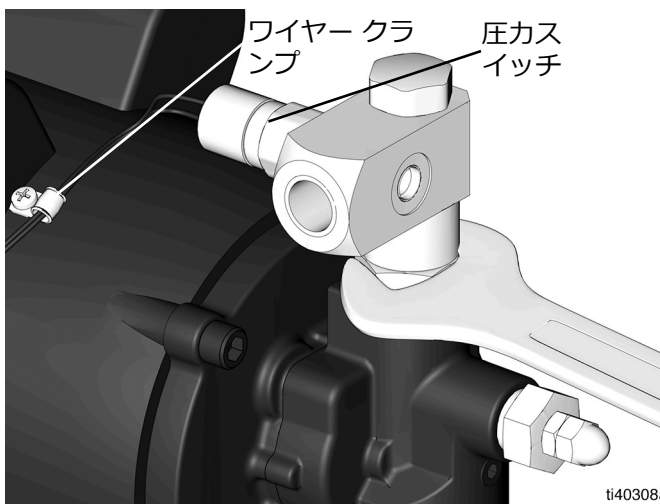
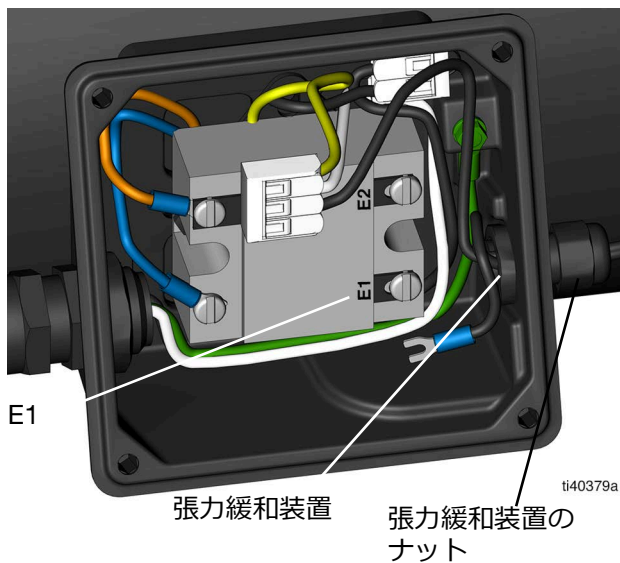

図 12
図 13
12. 圧力スイッチワイヤーをワイヤー クランプから引き抜きます（図 12）。
13. アウトレット チェックバルブ アセンブリ（16、17、18）をポンプ（1）から取り外します（図 12）。
1. 新しいアウトレット チェックバルブ アセンブリ（16、17、18）をポンプ（1）に締め付け、圧力スイッチがモーター（19）に向くようにします（トルク 20 ft-ポンド、27.1 N•m）（図 12 参照）。
2. 圧力スイッチのワイヤーをワイヤー クランプに押し込み、張力緩和装置を通して端子箱に挿入します (図 12、図 13)。
3. 張力緩和装置のナットをレンチで締めます (図 13)。
4. フォーク コネクタを圧力スイッチワイヤーの 1 つに圧着します (図 13)。
6. 2 本目のワイヤーは、黄色と白色のケーブルが入ったコネクタに再挿入します (図 13)。